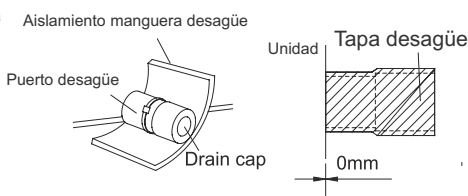

Fig.29
- (10). El puerto de desagüe sin usar debe también aislarse adecuadamente .(Fig.29)